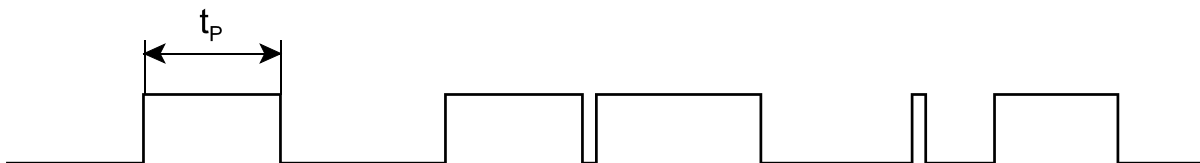

Abb. 15 Impulsfolge
38. Abb. 15 zeigt eine Impulsfolge, die auf ein Differenzierglied gegeben wird. Die breiten Impulse sind beträchtlich länger als Zeitkonstante ($t_p \gg \tau$), die schmalen beträchtlich kürzer ($\ll \tau$). Zeichnen Sie den Ausgangsspannungsverlauf ein.